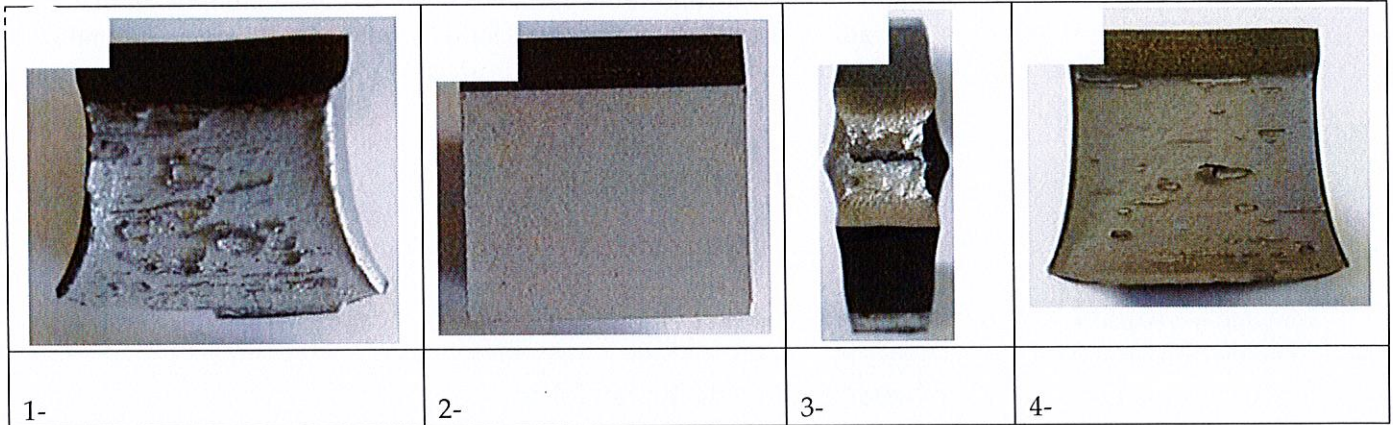

Figure 5 : Faciès de rupture de différentes éprouvettes de résilience
- Sur la figure 5, sont représentés quatre différents faciès de rupture notés de 1 à 4. Quatre valeurs d'énergie de rupture ont été obtenues expérimentalement, 3J, 84J, 176J et >à 300J. Attribuer pour chaque faciès, l'énergie de rupture associée en justifiant vos choix.